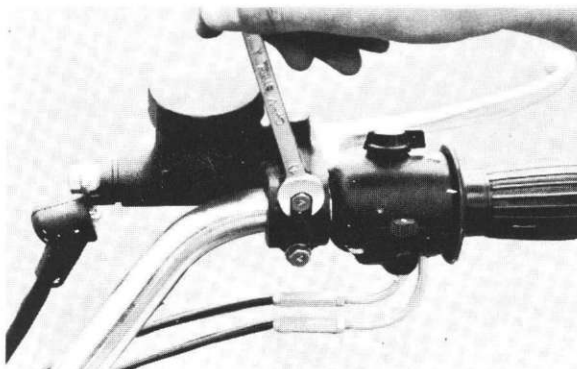

Fig. 5-3-22
- 5) Drain the brake fluid from the reservoir tank. (Fig. 5-3-22)
- 5) Vidanger le réservoir de liquide de frein. (Fig. 5-3-22)
- 5) Bremsflüssigkeit aus dem Ausgleichsbehälter fließen lassen. (Abb. 5-3-22)